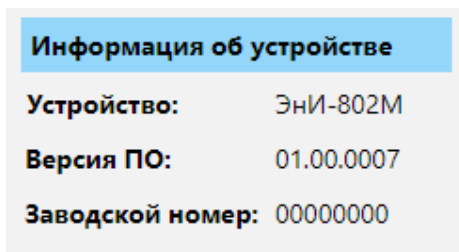

Рисунок 4 — Информация об устройстве
3.1.6 В случае успешного подключения прибора, в области «Информация об устройстве» отобразится информация о подключенном приборе (см. рисунок 4).